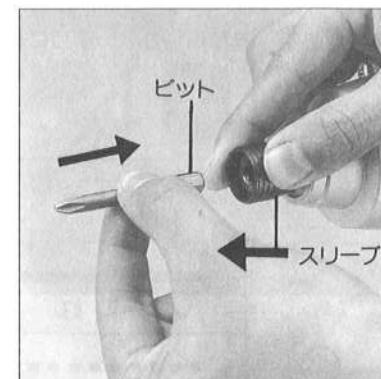

図5
- 本体にビットを差し込むときは、スリーブを最後まで前方向に引いて、ビットを差し込んでください。スリーブを元にもどして軽くビットを引き抜け落ちないことを確認してください。(図5参照)